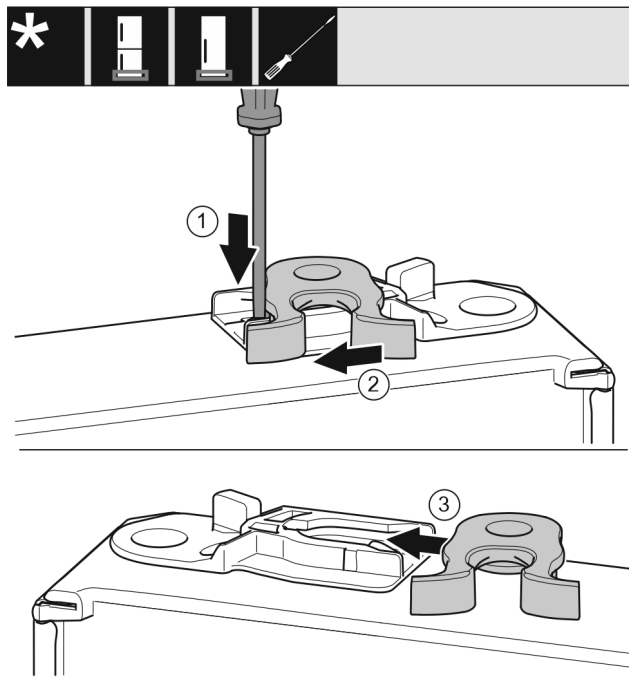

Fig. 16
- ▶ Presionar hacia abajo la lengüeta con el destornillador. Fig. 16 (1)
- ▶ Extraer el gancho de cierre de la guía. Fig. 16 (2)
- ▶ Introducir el gancho de cierre en el otro lado de la guía. Fig. 16 (3)